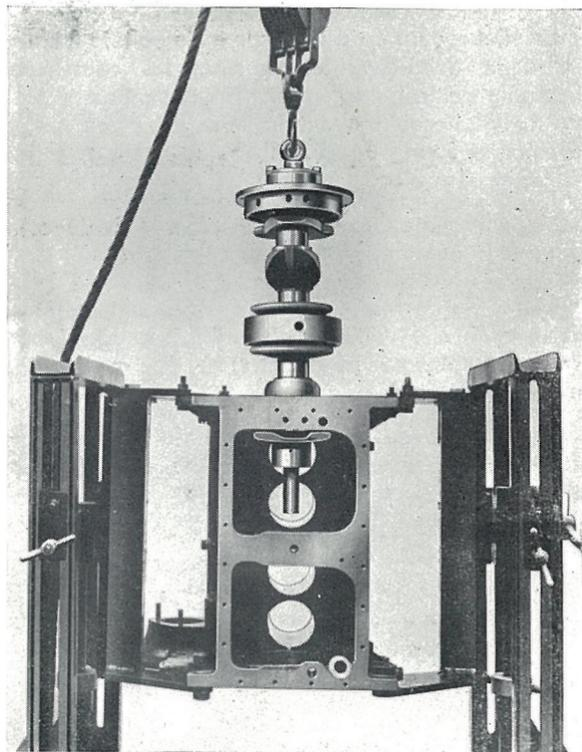

FIG. 29
4. Sortir le vilebrequin par l'arrière du bloc (voir fig. 29).